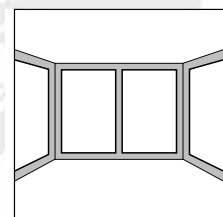

FIGURE 1
- déterminez quel sera le mur focal de la pièce qui devient dès lors votre mur de référence. Il devient votre mur de référence. Selon la hauteur de votre plafond, déterminez si vous préférez des panneaux pleins ou divisés (figures 1 et 2).
- il vous faut également évaluer la largeur des panneaux si vous voulez créer des variations (figures 1 et 2).
- Choose either full or split paneling according to the height of the ceiling (fig. 1 and 2).
- To create interesting variations, choose different panel widths (fig. 1 and 2).